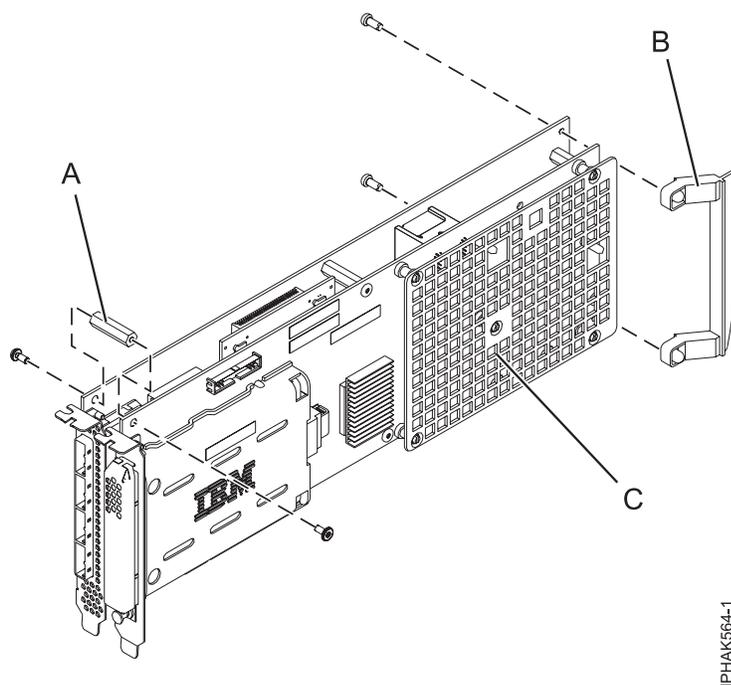

Figura 53. Removendo a grade plástica de um Adaptador PCI-X DDR, SAS RAID, com cache de 1,5 GB
2. Em um Adaptador PCI-X DDR, SAS RAID, com cache de 1,5 GB, remova a grade plástica (C) dos suportes plásticos, mas deixe os suportes no local. Consulte a Figura 53.